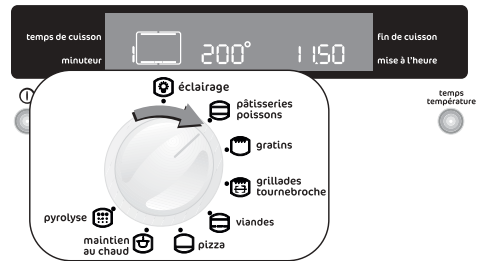

Fig. 4
1. Allumez le four en appuyant sur la touche "**Marche / Arrêt**" ①.
2. Tournez le sélecteur de fonctions pour choisir la fonction de cuisson désirée. Chaque fois qu'une fonction de cuisson est choisie, un symbole des fonctions s'allumera indiquant la fonction active à ce moment-là. À côté du symbole relatif à la fonction de cuisson sélectionnée, le numéro correspondant apparaîtra (Fig. 4).